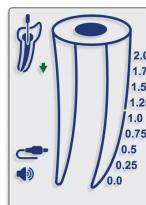
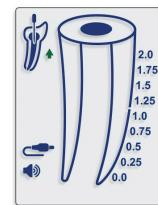

Fig. 5
Fig. 6
5.4.11. Die Bewegung der Feile im Kanal wird durch die Pfeile nach UNTEN (Abb. 5) und nach OBEN (Abb. 6) angegeben.